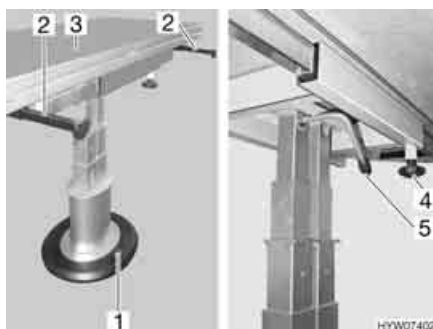

Fig. 78 Tavolo fisso con piede telescopico
- Estrarre le guide di appoggio (Fig. 78,2) fino all'arresto.
- Estendere la metà superiore del piano del tavolo (Fig. 78,3) e collocarla sulle guide di appoggio.
- Svitare la vite a testa cilindrica zigrinata (Fig. 78,4).
- Premere il bottone con il piede (Fig. 78,1). Il bloccaggio inferiore è aperto.
- Ruotare la leva di serraggio (Fig. 78,5) all'indietro. Il bloccaggio superiore è aperto.
- Ruotare la leva di serraggio (Fig. 78,5) in avanti. Il piede del tavolo è bloccato.
- Ruotare la leva di serraggio (Fig. 78,5) all'indietro. Il bloccaggio superiore è aperto. Il piano del tavolo si sposta verso l'alto fino al fine corsa.
- Premere il bottone con il piede (Fig. 78,1). Il bloccaggio inferiore è aperto. Il piano del tavolo si sposta completamente verso l'alto.